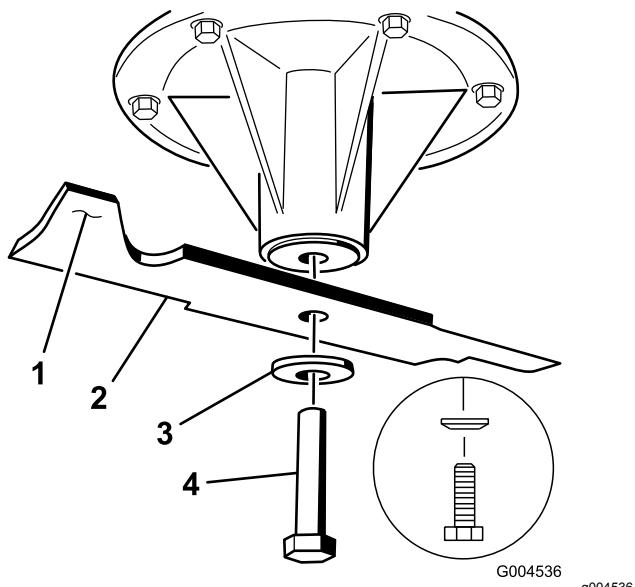

Figura 84
- ## 1. Instale la cuchilla en el eje (Figura 84).
2. Instale la arandela de muelle y el perno de la cuchilla (Figura 84).
Nota: El cono de la arandela de muelle debe estar orientado hacia la cabeza del perno (Figura 84).